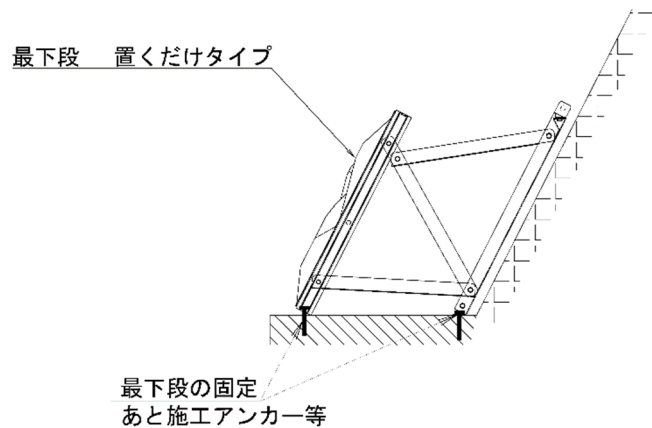

図 9. デコメッシュ置くだけタイプの固定方法
- ・ 固定方法は特に指定しないが、一例として型枠及び支保システムの下穴をあと施工アンカー等を用いて固定する方法がある（図 9）。